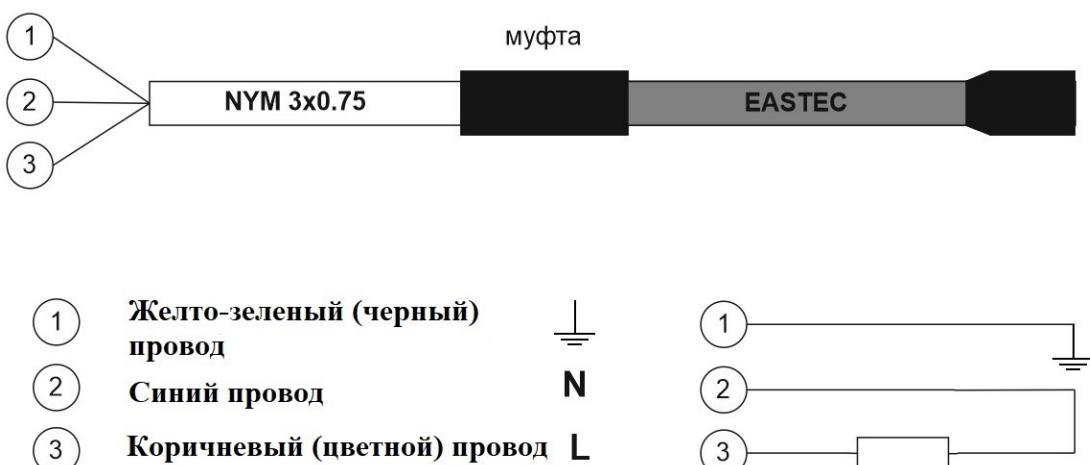

Рис. 2 Схема подключения
- 4.8. В качестве автоматизации управления подключения электрообогрева, а также в целях экономии электроэнергии, можно применять различные системы управления (например, терmostат, который будет подавать питание (от сети 220В) на кабель в диапазоне температур от -5°C до +5°C). (см. рис. 2).